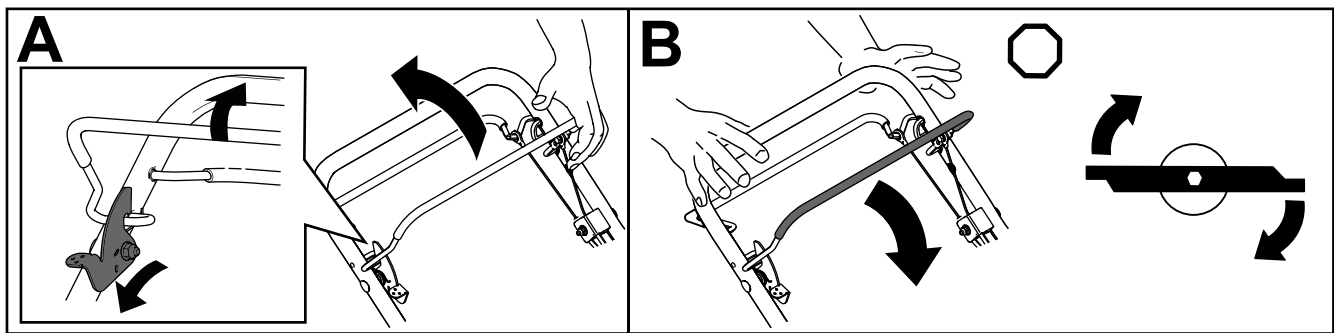

Figura 19
1. Empuje la palanca de bloqueo de la barra de control de las cuchillas hacia adelante para liberar la barra de control de las cuchillas (Figura 19, A).
barra de control de las cuchillas; las cuchillas deben engranarse (Figura 19, A).
3. Suelte la barra de control de las cuchillas para desengranar las cuchillas (Figura 19, B). La palanca de bloqueo del control de la cuchilla vuelve a su sitio inicial para bloquear la barra de control de la cuchilla.